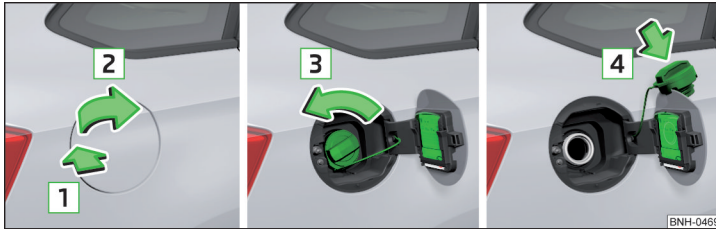

Abb. 150 Tankklappe aufklappen / Tankverschluss herausdrehen / Tankverschluss auf die Tankklappe stecken
- Auf die Tankklappe in Pfeilrichtung **1** drücken und diese in Pfeilrichtung **2** aufklappen » Abb. 150.